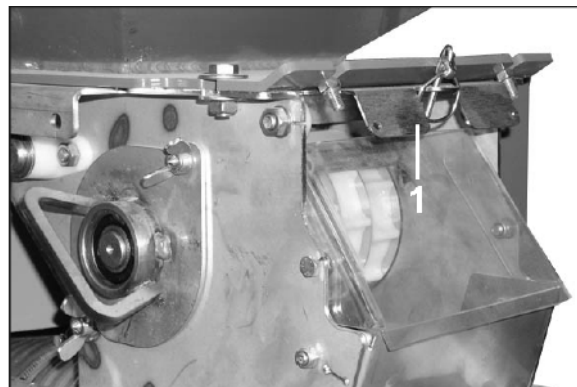

Рис. 59
2. Закройте заслонку (Рис. 59/1), если необходимо разгрузить только дозатор, без бункера (см. на стр. 66).